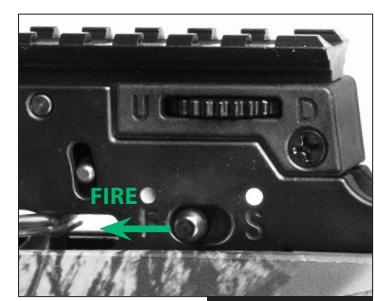

FIGURE 3
- Glissez le cran de sûreté de la position « SAFE » à la position « FIRE ». (Fig. 3)